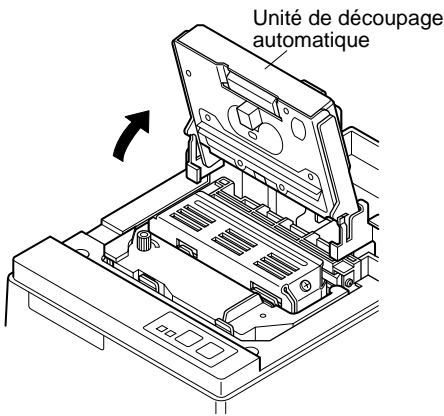

Fig. 4-9 Redressement de l'unité de découpage automatique
- ③ Soulevez l'unité de découpage automatique pour la mettre en position verticale, comme indiqué dans la figure 4-9.